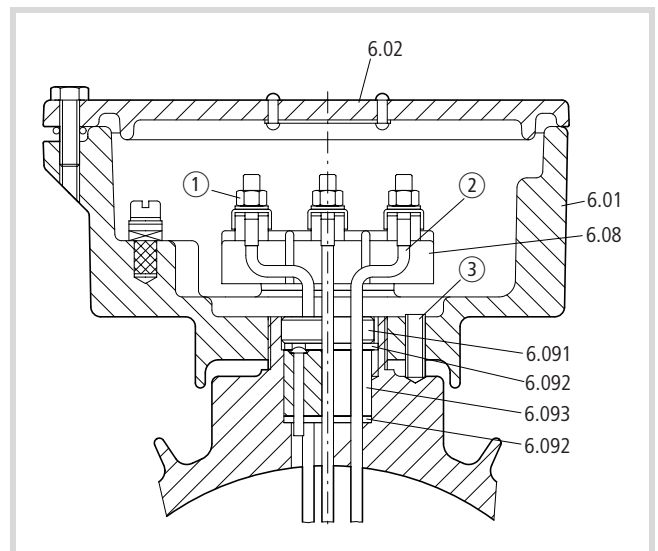
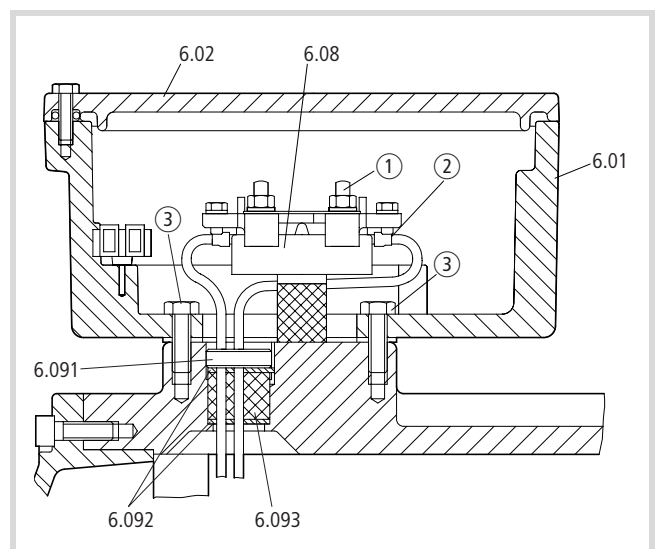

Figure 12 : Dévissage des raccordements de la plaque à bornes (6.08)
Figure 13 : Dévissage des raccordements de la plaque à bornes (6.08)
- Dévissez les raccordements ① (→ fig. 12) de la plaque à bornes (6.08).
- Dévissez la vis de blocage ③ jusqu'à ce que la boîte puisse tourner facilement.
- Dévissez les raccordements ① (→ fig. 13) de la plaque à bornes (6.08).
- ▶ Dévissez les raccords ① (→ fig. 12, page 11 et fig. 13, page 11) situés sur la plaque à bornes (6.08).
- ▶ Sectionnez les câbles de raccordement du bobinage au ras de la cosse ②.